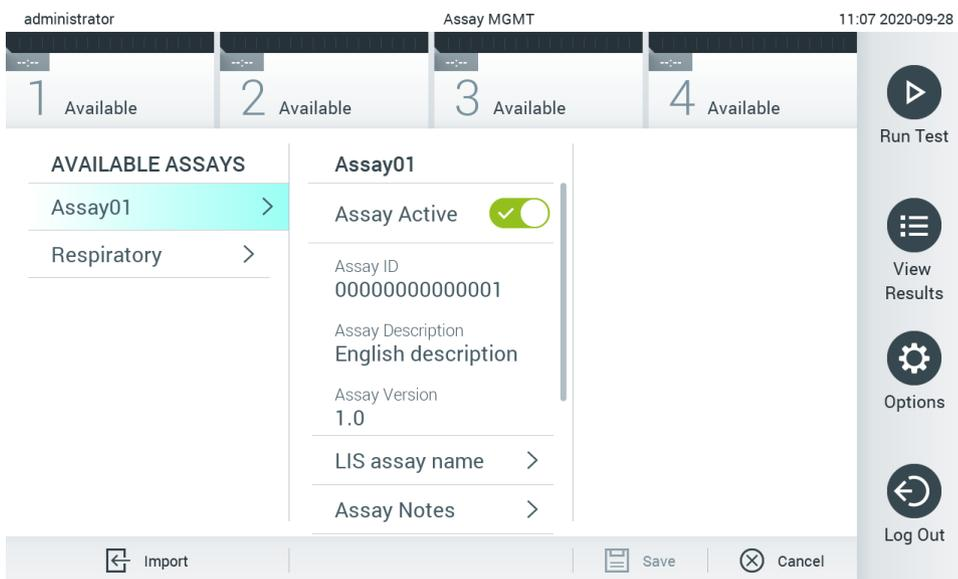

Abbildung 68. Aktivierung des Assays.
7. Der Assay wird aktiviert, wenn Sie Assay Active (Assay aktiv) wählen (Abbildung 68).